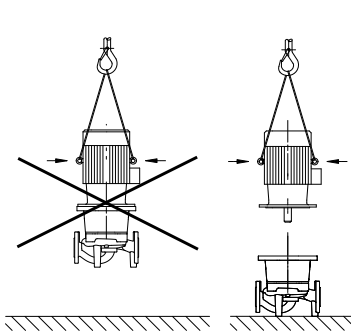

Fig. 6: Transport af motoren (principillustration)
- Hvis transportringene placeres på motoren, er kun tilladt at transportere motoren, men ikke hele pumpen med dem (fig. 6).